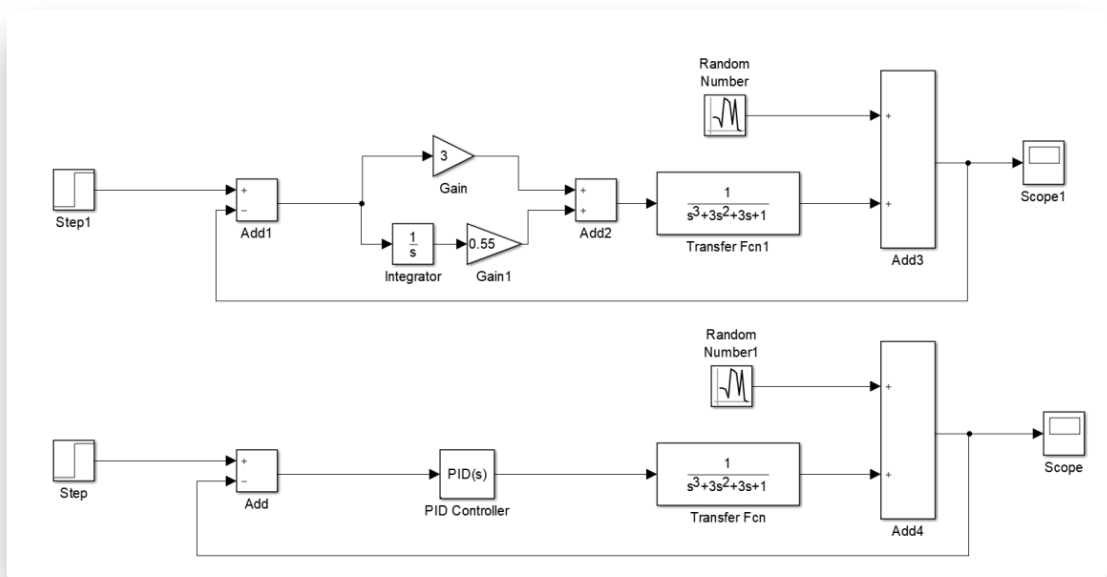
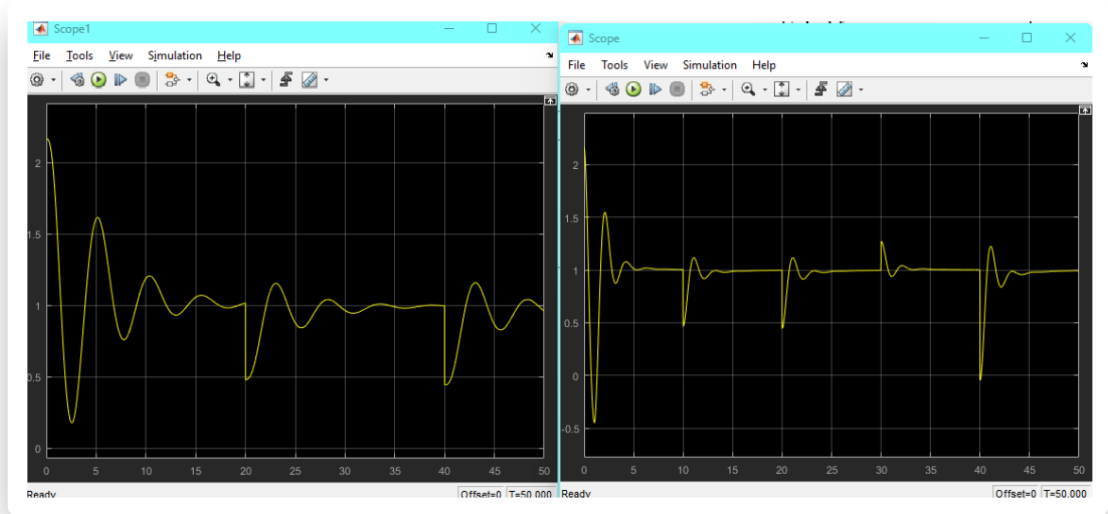

图2-2.1
图 2-2.2
2. 给系统添加随机噪声扰动后结构如下图2-2.1，不改变 PID 参数观察波形如图2-2.2。由此可以看出，D 参数虽然可以减少调节时间，使之更快到达期望位置，减少超调量，但是容易受到干扰，当受到干扰时，D 值越大，曲线系统越不稳定。